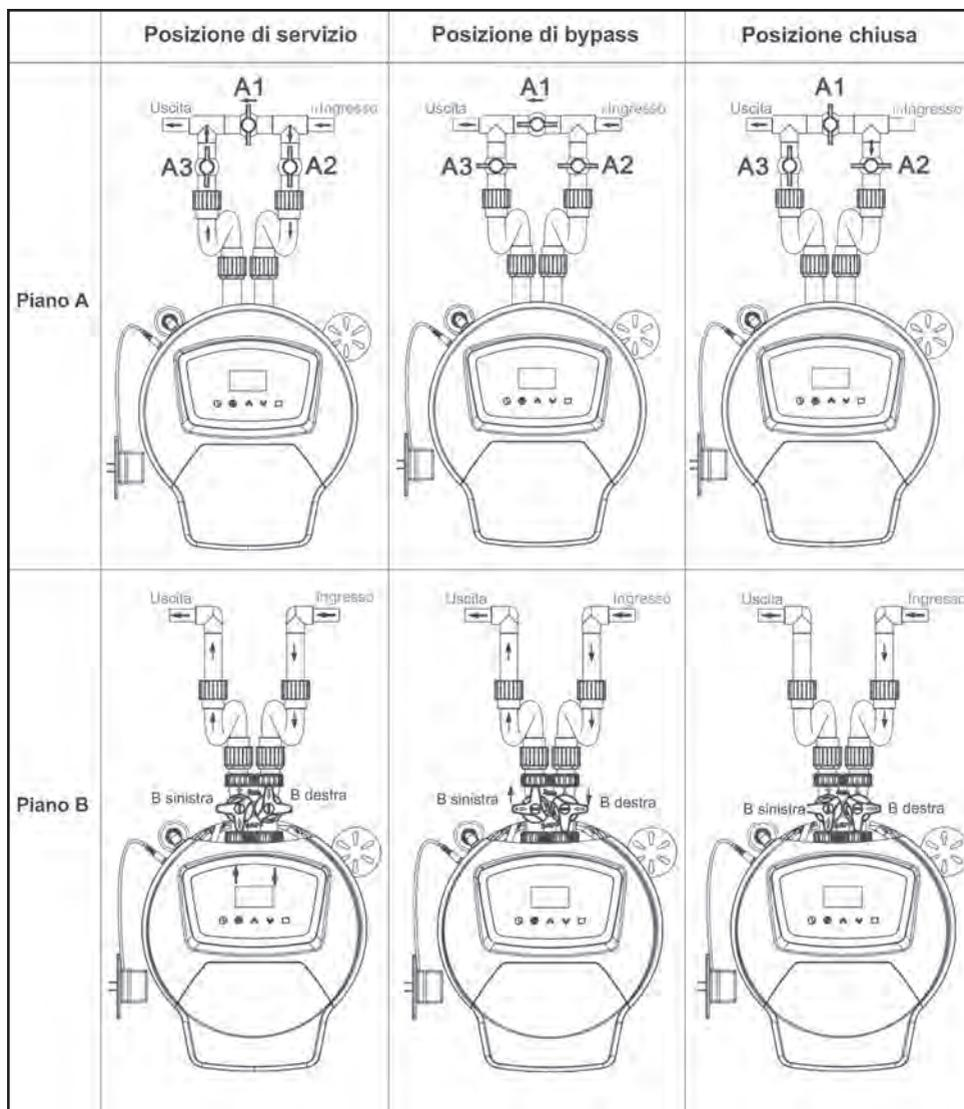

FIGURA 2
- 4) Facendo riferimento alla Figura 2, ruotare l'ingresso A2 della valvola di bypass in posizione semi-aperta. Se si utilizza una valvola personalizzata, regolare l'ingresso delle maniglie della valvola di bypass su B destra.